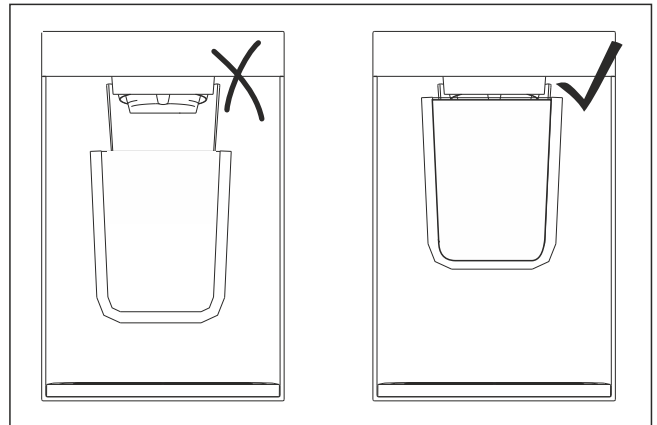

Fig. 101 Örnek gösterim
- ▶ Kabı çıkış deliğine olabildiğince yakın tutun. (bkz. Fig. 101)